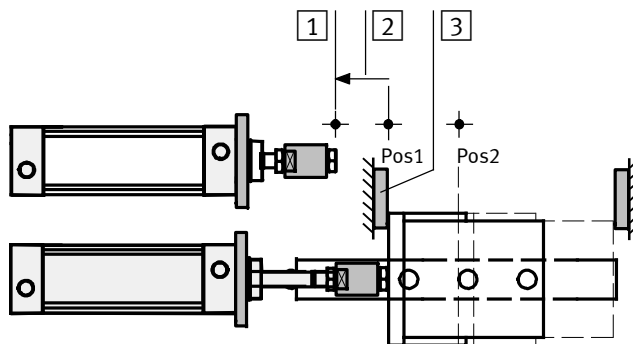

Рис. 4/4: Исходные точки для инкрементных систем измерения перемещений
- Номинальная длина хода (L) привода (см. фирменную табличку, например, номинальная длина хода для типа DNCI-32-**300**-P-A составляет 300 мм).
- Смещение нулевой точки оси (r) – Смещение между конечным положением в позиции 1 и нулевой точкой привода (см. Рис. 4/4).